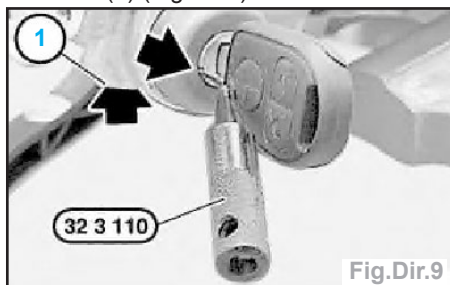

Fig.Dir.9
- Déverrouiller sur les modèles avec Interlock la fonction Interlock à travers l'orifice (1) (Fig.Dir.9) :